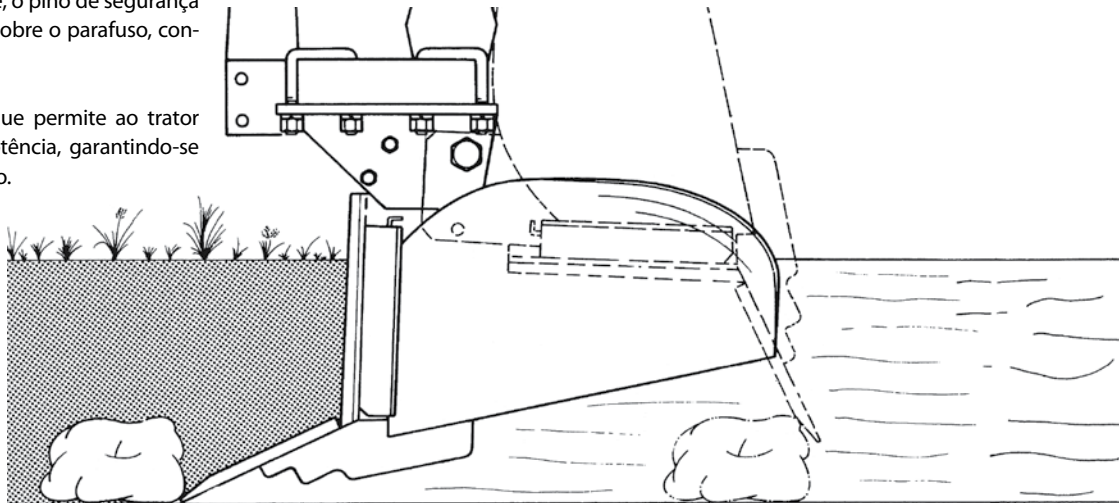

FIGURA 13
- As hastes são fixadas com um parafuso de resistência controlada e um pino de segurança (fusil). Quando em operação se a haste encontrar um obstáculo grande e resistente, o pino de segurança rompe-se e a haste gira sobre o parafuso, conforme **Figura 13**.